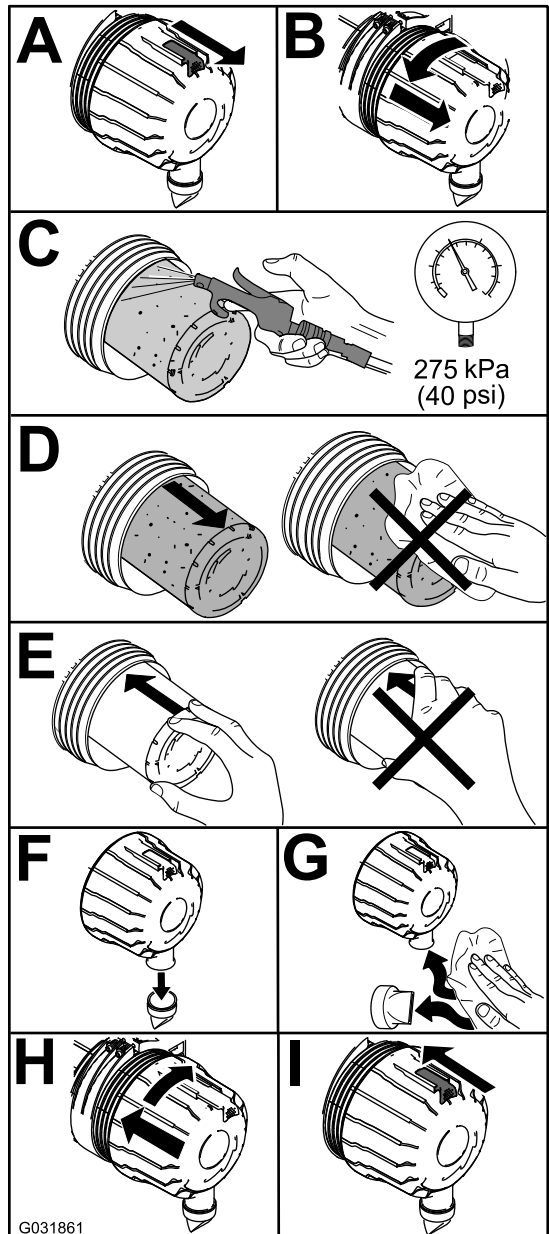

Figura 57
1. Înlocuiți filtrul de aer (Figura 57).